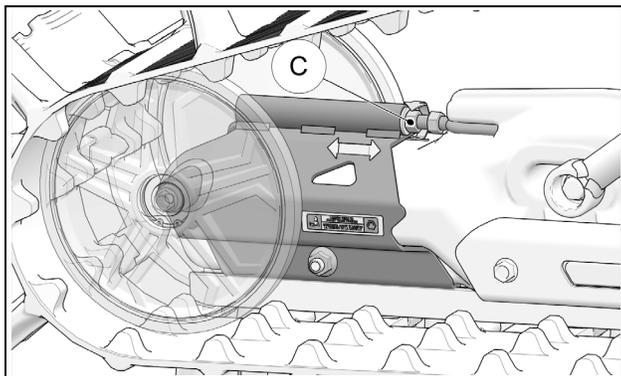

Figure 20
Tourner l'écrou d'ajustement de tension (C) dans le sens horaire ou antihoraire pour régler la chenille à la tension recommandée. Figure 20.